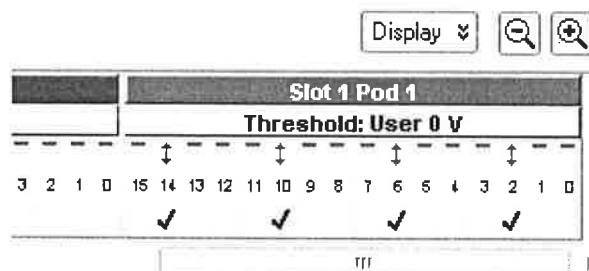

Рисунок 13
- Закрыть меню Sampling dialog нажатием OK. Выбирать биты, подключенные к генератору импульсов (рис.13)